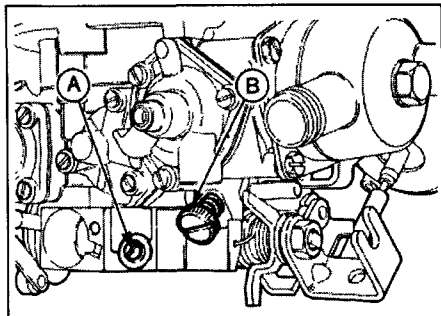

Рис. 4.5 Расположение винтов регулировки холостого хода
- 5 Установите необходимые обороты двигателя винтом "оборотов" (рис. 4.5).